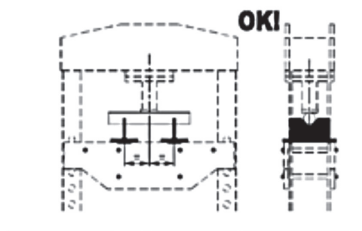

Fig 6
• Positionner les prismes sur le plateau. Pour un positionnement correct, consulter la Fig. 6.